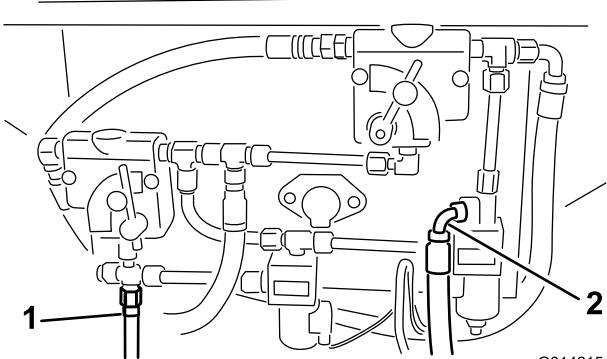
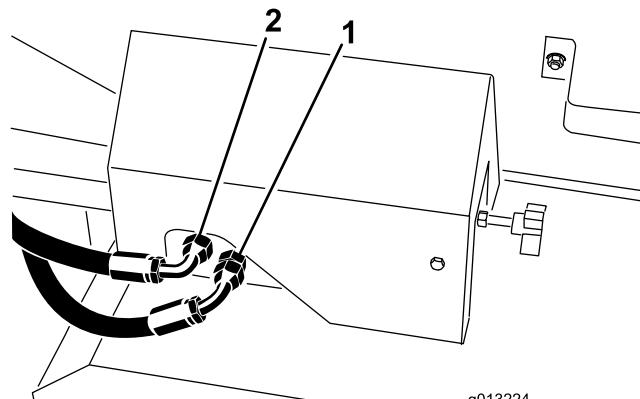
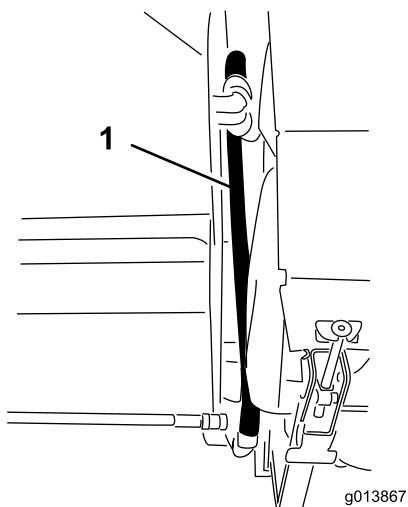
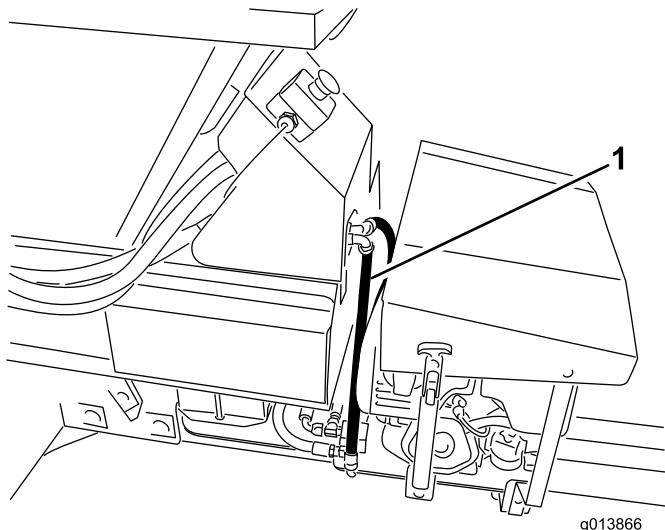

図 14
図 15
図 16
図 17
39. プロパスベースモデルの高圧側および戻り側の油圧接続を確認する。SHバージョンについては図 14 を参照、EHバージョンについては図 15 を参照。
40. もし、加圧側および戻り側ホースが 図 14 および 図 15 に示す位置に取付けてあった場合には、取り外す。
41. 油圧ホースを油圧コントロールパネルに接続する。SH バージョンについては 図 14 と 図 16 を参照、EH バージョンについては 図 15 と 図 17 を参照。